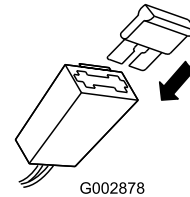

Figura 47
2. Inserite il fusibile nel portafusibili (Figura 47).